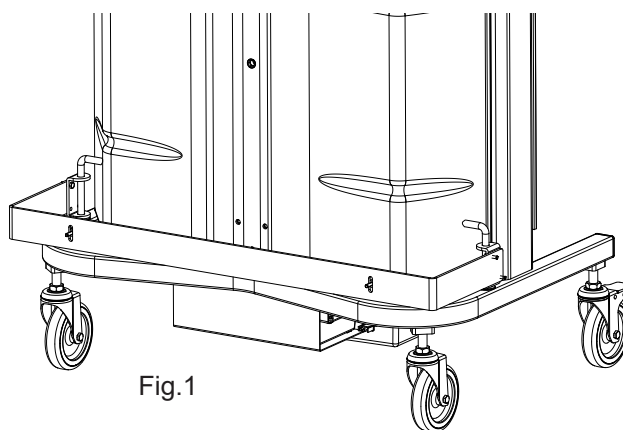

Fig.1
1. Plaats de bevestigingsset op de rubberen noppen van het frame van de terminal (Afbeelding 1).